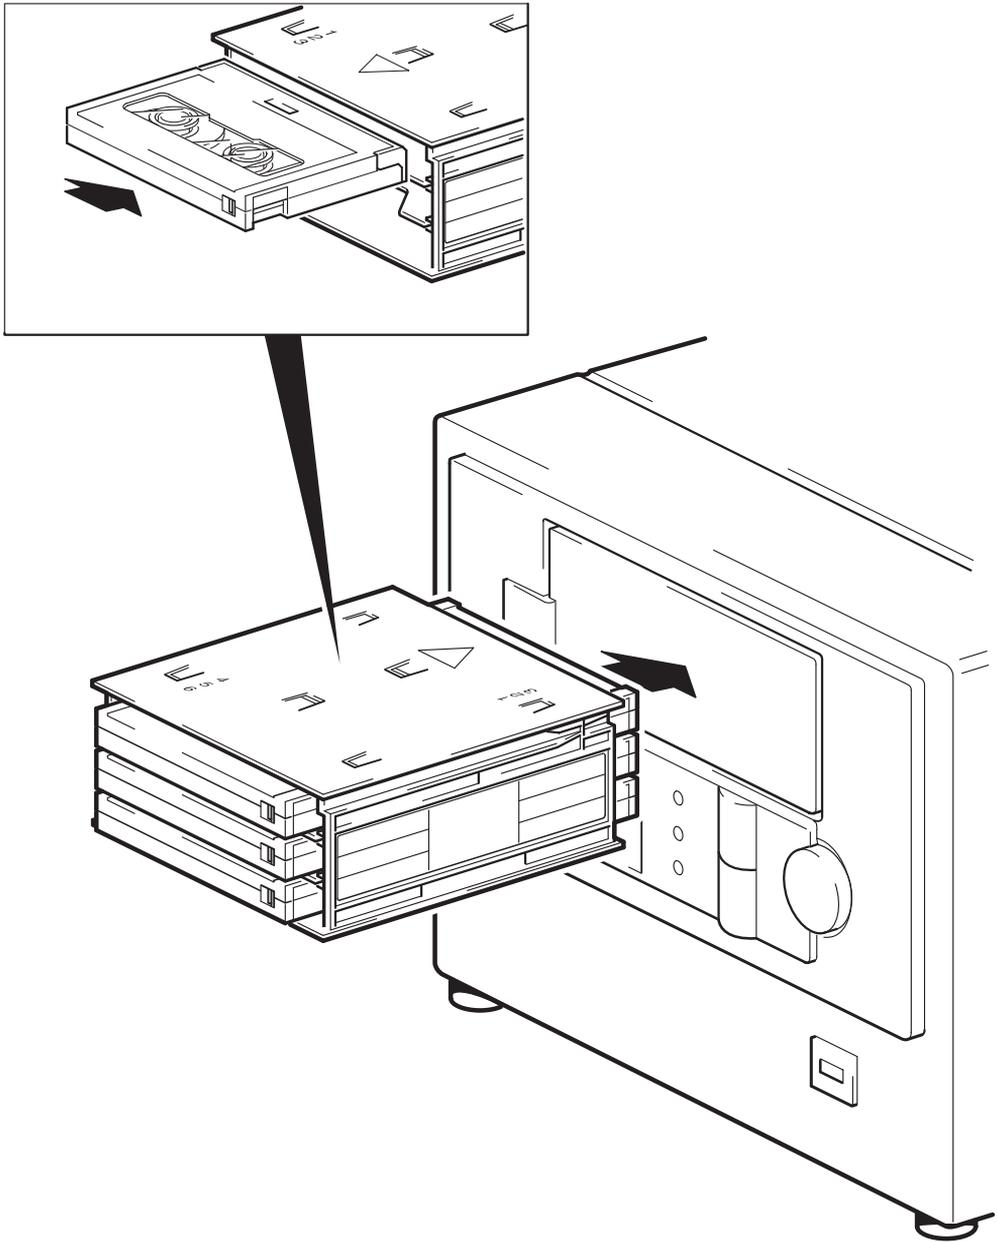

Figure 8 : chargement d'un magasin dans le chargeur automatique
- 2 Introduisez le magasin dans le chargeur par le volet situé sur la face avant de ce dernier. Veillez à ce que la grande flèche soit bien située sur le dessus du magasin et orientée vers le chargeur, comme le montre la figure 8.